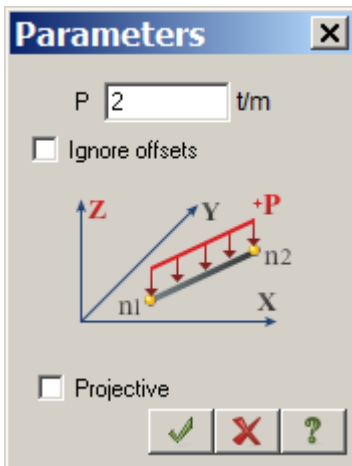

Figure 1.14 **Load parameters** dialog box
- ⇒ In the **Load parameters** dialog box specify  $P = 2.0 \text{ t/m}$  (see Fig.1.14).